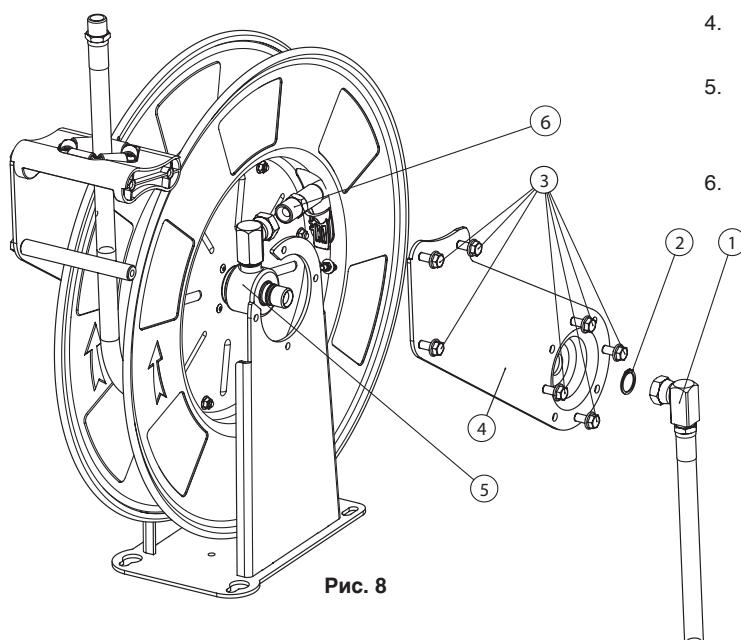
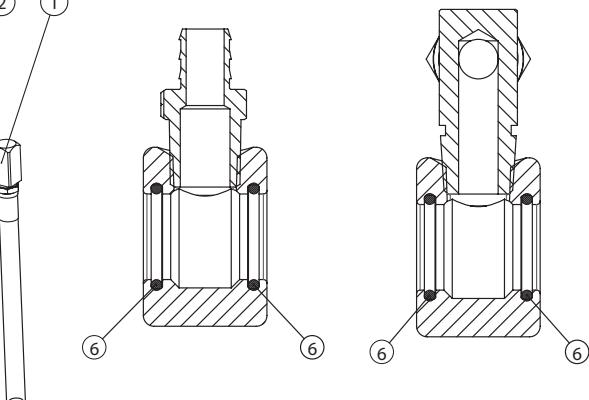

Рис. 8
Рис. 9
- Отсоединить шланг от поворотного соединения (6) (рис. 8).
- Отсоединить входной шланг, ослабив входной фитинг (1) (рис. 8) и отодвинув в сторону стопорное кольцо (2) (рис. 8).
- Ослабить болты (3) (рис. 8), чтобы удалить верхнюю направляющую (4).
- Вытянуть поворотное соединение в сборе (5) (рис. 8) и заменить уплотнения (6) (рис. 9).
- Удалить верхнюю направляющую (4) (рис. 8), вынув стопорное кольцо (2) (рис. 8) и ослабив болты (3) (рис. 8).